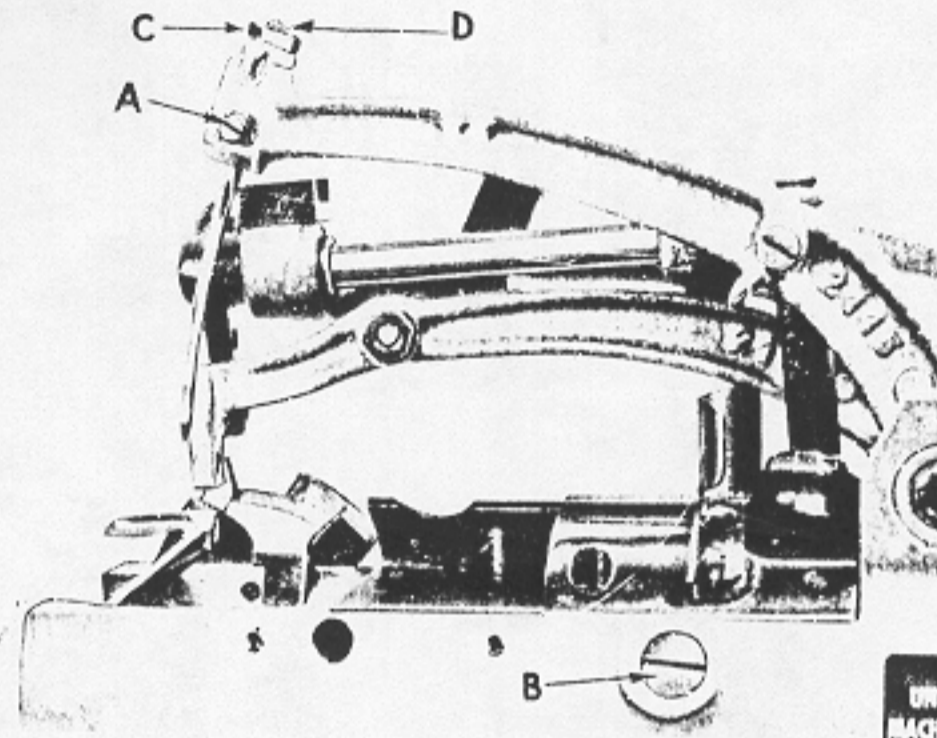
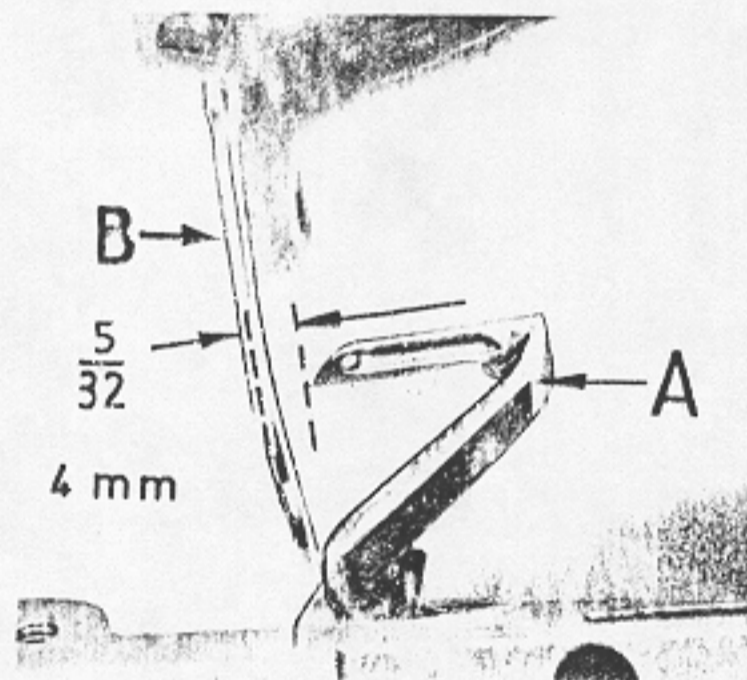
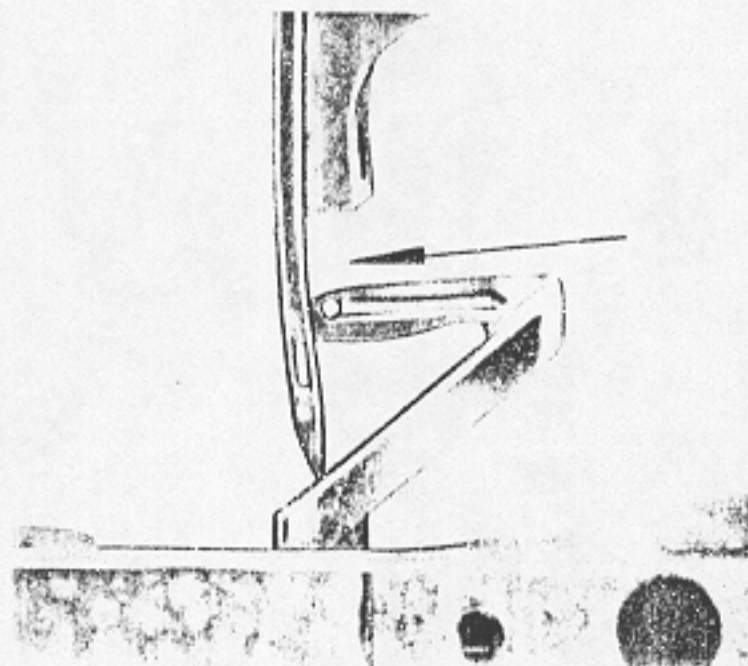

Fig.1
Fig.2
Fig.3
Einsetzen der Nadel (Fig.1)
Die Nadel wird so eingesetzt, daß die Befestigungsschraube A (Fig.1) auf die flache Kolbenseite der Nadel drückt.
Greifer-Einstellung (Fig.2)
Wenn sich der Greifer A (Fig.2) in seiner rechten Endstellung befindet, soll der Abstand von Nadelmitte B bis zur Greiferspitze 4,0 mm betragen. (Einstell-Lehre dazu = 21225-4+0,4). Um diese Einstellung zu ermöglichen, entferne die Verschlussschraube B (Fig.1). Durch diese Oeffnung kann die Befestigungsschraube der Greiferachse erreicht werden. Löse diese Schraube und verschiebe die Achse nach links oder rechts, bis der richtige Abstand von 4,0 mm erreicht ist. Ziehe die Befestigungsschraube wieder gut an.
Nadelhöhe (Fig.3)
Zum Verstellen der Nadelhöhe entferne die Nadel, dann löse die Feststelmutter C (Fig.1) und stelle die Anschlagsschraube D (Fig.1) entsprechend der gewünschten Höhe ein.
Inserting the Needle (Fig.1)
This machine uses needle Type 9854 size 080. It is inserted in the needle lever with its flat directly under the set screw (A, Fig.1). The needle should be pushed up in its holder as far as it will go.
Looper Gauge (Fig.2)
The looper gauge is the distance between the point of the looper (A, Fig.2) and the center of the needle (B) when the looper is in its extreme position to the right. This distance should be $\frac{5}{32}$ " (Fig.2). In order to make this adjustment remove the plug screw from the front of the frame casting (B Fig.1) Here will be found a set screw which holds the looper shaft. Loosen this screw and move the looper shaft to right or left to secure the $\frac{5}{32}$ " looper gauge. Re-tighten set screw.
Needle Height (Fig.3)
The needle height should be set so that when the looper moves to the left and its point is even with the left side of the needle (Fig.3), the lower edge of the looper is in line with the top of the needle eye. To change the height of the needle loosen set screw (A, Fig.1), then loosen lock nut (C) and regulate the height adjusting screw (D) to the desired position.